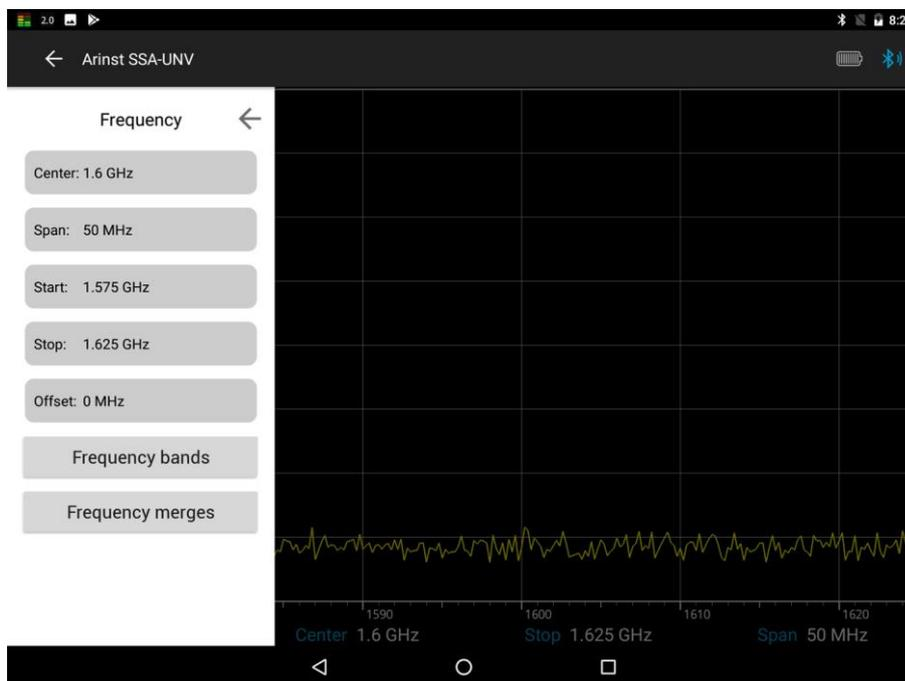

Рисунок 78 – Выбор режима «склейки» диапазонов
9.5.1. Для одновременного отображения нескольких частотных диапазонов на экране планшета/смартфона, войдите в меню управления рабочим диапазоном частот **Frequency**, и выберите вкладку **Frequency merges**, рисунок 78.